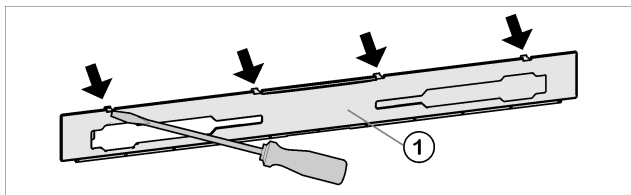

Fig. 4
- ▶ Løft panelet Fig. 4 (1) av forover med skrujernet.